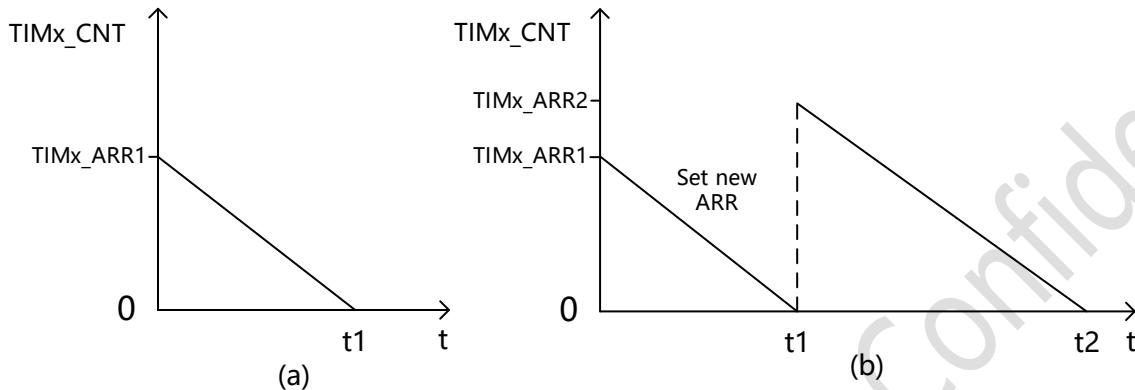

图 11-2 (a)单次计数模式, (b)周期计数模式
- 自动装载值寄存器(TIMx\_ARR)在计数过程中可以被修改, 但直到下一个计数周期才会正式生效。如图 11-2(b)所示, 如果在 0-t1 之间的某个时刻设置新的装载值, 那么直到 t1 时刻才会将其赋值给计数器。